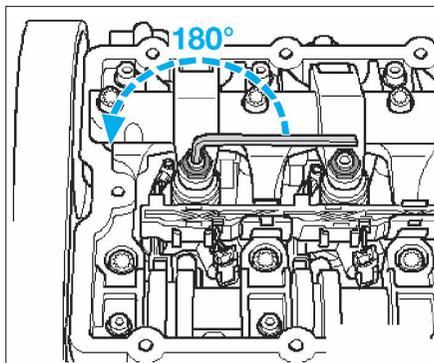

FIG. 53
- Dans cette position, le rouleau du culbuteur se trouve au maximum vers le haut (A) et le palpeur du comparateur se trouve au maximum vers le bas (B), déposer le comparateur.
- Dans cette position, l'injecteur-pompe se trouve en butée ; desserrer la vis de réglage de 180° depuis le point de butée (Fig.53).